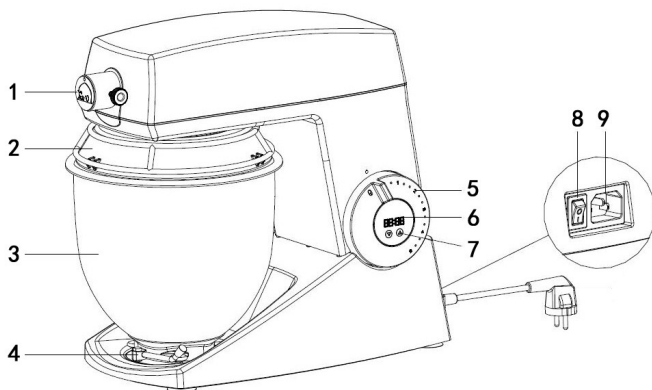

Fig. 4
C. Plaats het gewenste accessoire in de bajonetkoppeling en draai tegen de wijzers van de klok in om vast te zetten (fig. 4)